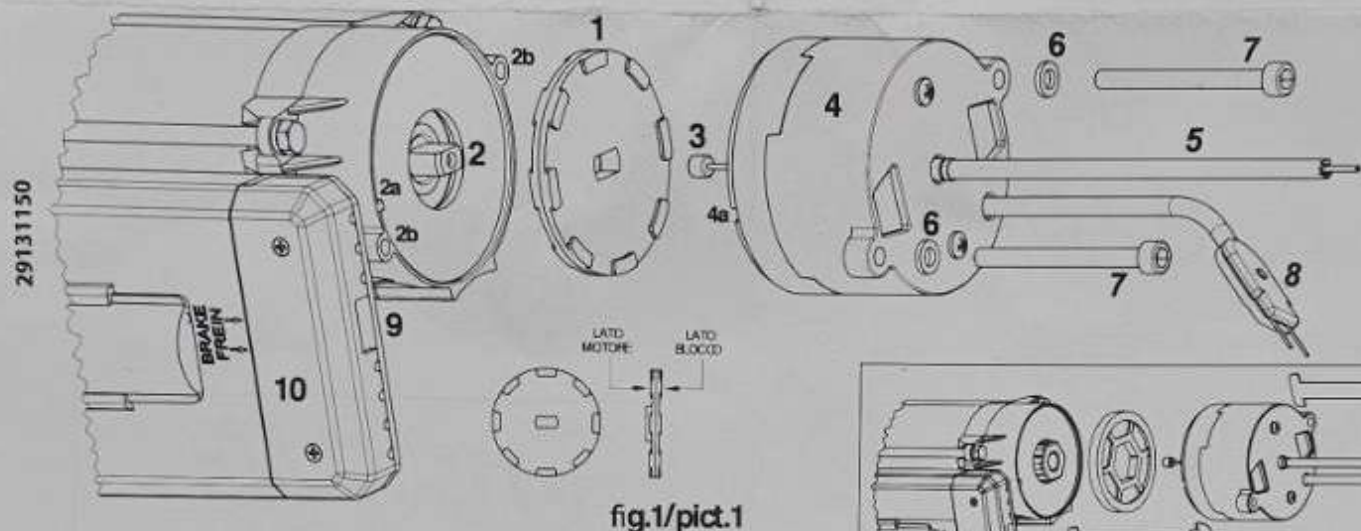

fig.1/pict.1
- 1) Inserire il disco frenante (1) nella sede di calettamento in testa al motore elettrico (2) facendo attenzione al giusto verso (fig. 1)**
Insérer le disque freinant (1) dans sa siège en tête au moteur électrique (2), payer attention au sense correct (fig.1)
Insert the braking disk (1) in its place on the head of the electric motor (2), pay attention to the correct fitting sense (fig.1)
- 2) Passare il cavetto d'acciaio (3) nella coppetta dell'elettrofreno (4) infilandolo nella guaina (5)**